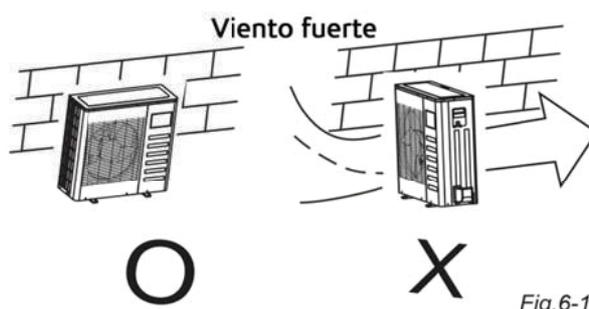

Fig.6-1
- o Si el lugar de instalación está sometido a viento fuerte, por ejemplo, un lugar cercano al mar, asegure el funcionamiento normal del ventilador colocando la unidad a lo largo de la pared o utilizando un conducto o placas de protección (fig.6-1).